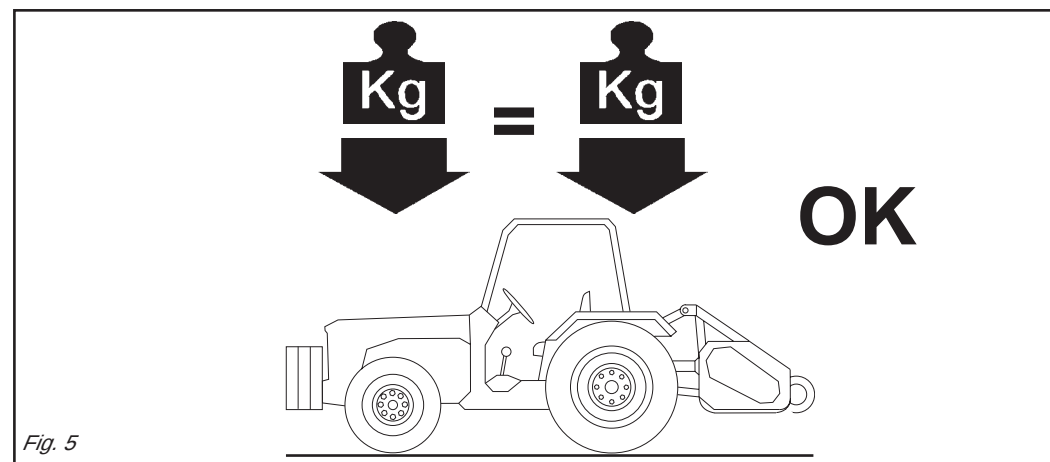

Fig. 5
- 7) Tillkoppling av maskinen till en traktor kommer att förändra viktfordelningen på traktorn. Vi rekommenderar därför att frontvikter monteras på traktorn för att jämna ut viktfordelningen (Fig. 5).